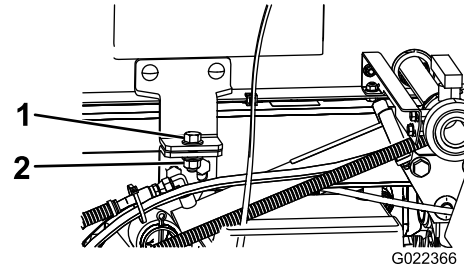

Figure 82
6. Retirez les boulons de sécurité à l'avant du patin (Figure 82).